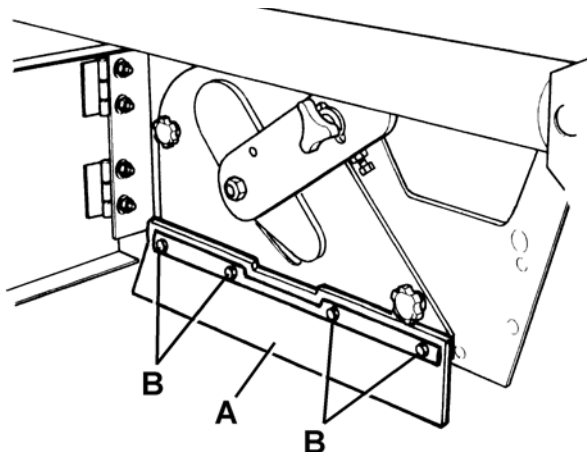
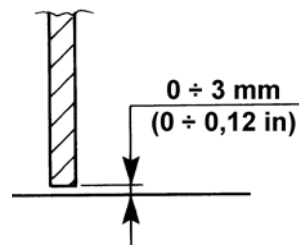

Figure 19
Figure 21
5. Dégager les dispositifs de retenue (8) et (6), puis ouvrir les portillons droit (7) et gauche (5).
6. Contrôler l'intégrité des volets latéraux (A, Fig. 19).
7. Contrôler que la hauteur du sol des volets latéraux (A, Fig. 19) est comprise entre 0 et 3 mm (0 et 0.12 in) (voir Fig. 21).
Si besoin est, desserrer les vis (B, Fig. 19) et régler la position des volets. Enfin, serrer les vis (B).